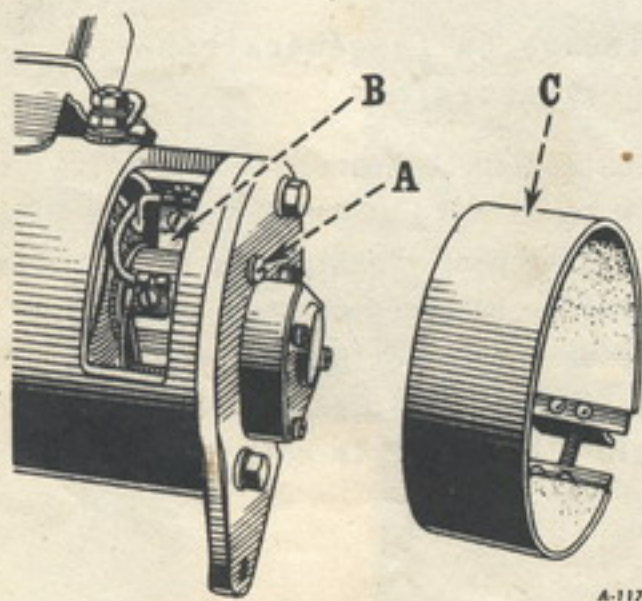

Figure 71
(1) Retirez la ceinture-couvercle "C" (figure 71).
(2) Desserrez la vis à tête ronde "A" sur le couvercle de la génératrice, côté collecteur, jusqu'à ce que la tension de la rondelle Grower soit relâchée. **N'ESSAYEZ PAS DE RETIRER CETTE VIS.**
(3) Modifiez l'intensité de charge en déplaçant le troisième balai "B". (Ce balai est celui qui est monté sur un support mobile alors que les deux autres sont fixés directement sur le couvercle de la génératrice).
IMPORTANT: Sur une génératrice 6 volts, le troisième balai ne doit jamais être rapproché du balai principal de plus de 3,2 lames du collecteur (voir figure 71).